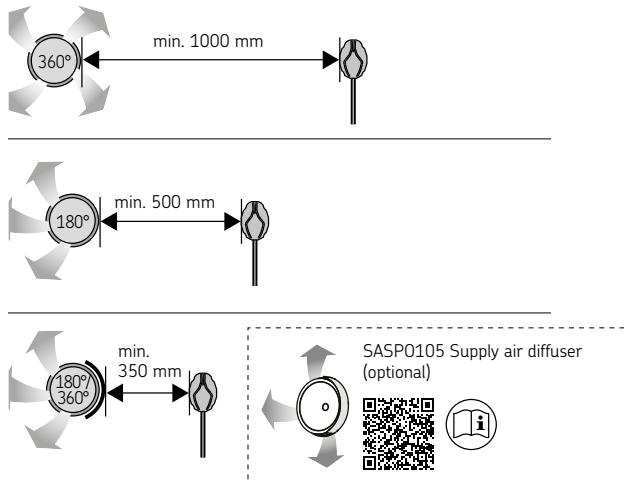

Figure 10. Distance minimale entre la bouche d'air et le capteur
- **Ventilation mécanique** : la bouche de ventilation doit être installée dans la partie supérieure du sauna de façon à ne pas gêner le fonctionnement du capteur de température. (Figure 10. Distance minimale entre la bouche d'air et le capteur)